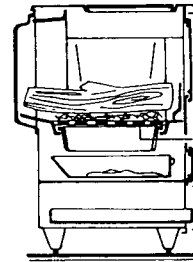

Fig. 3
- Plaque foyer bois avant en place et plaque foyer arrière enlevé (Fig. 3)